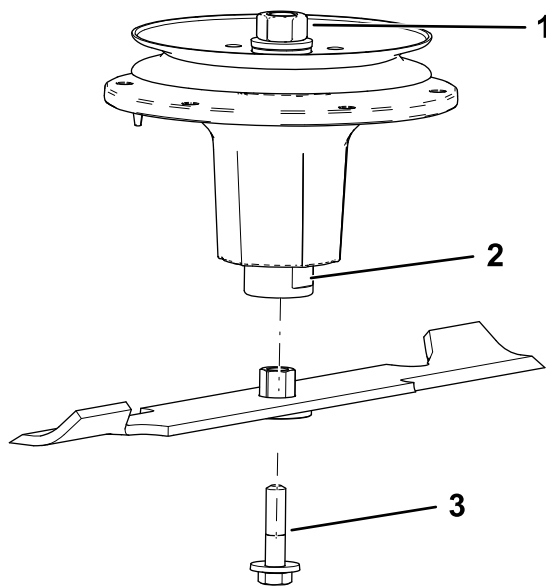

Figura 83
2. Instale el conjunto de casquillo/cuchilla en el eje (Figura 83).